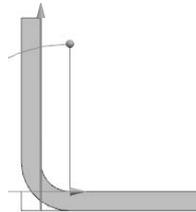

图 5.20 材料内侧
- **材料内侧** 选项：用于使弯边的外侧面与线性边平齐，此时钣金的总体长度不变，如图 5.20 所示。